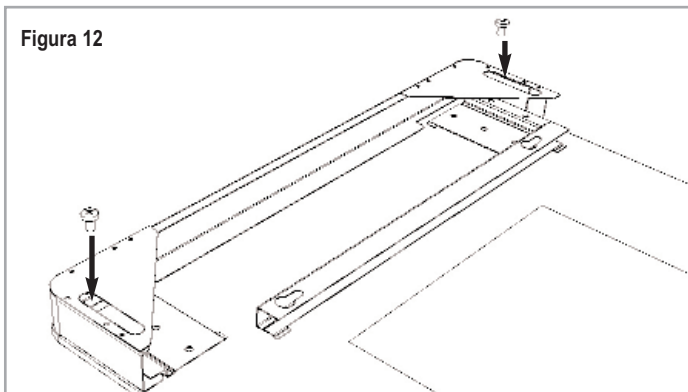

Figura 12
3. Asegúrese de que los lados estén bien alineados con el vidrio y sujételos con dos tornillos M6 en cada lado según se ilustra en la figura 12. No apriete en exceso los tornillos.